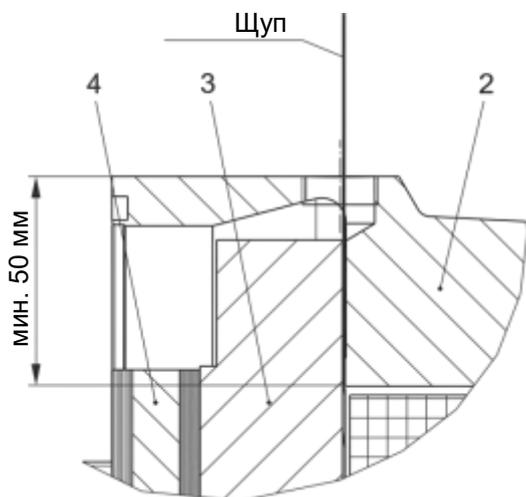

Рис. 8
Воздушный зазор можно проверить с помощью щупа, который должен быть введен на глубину не меньше, чем 50 мм (см. Рис. 8), чтобы измерить расстояние между диском якоря (3) и корпусом катушки (2).